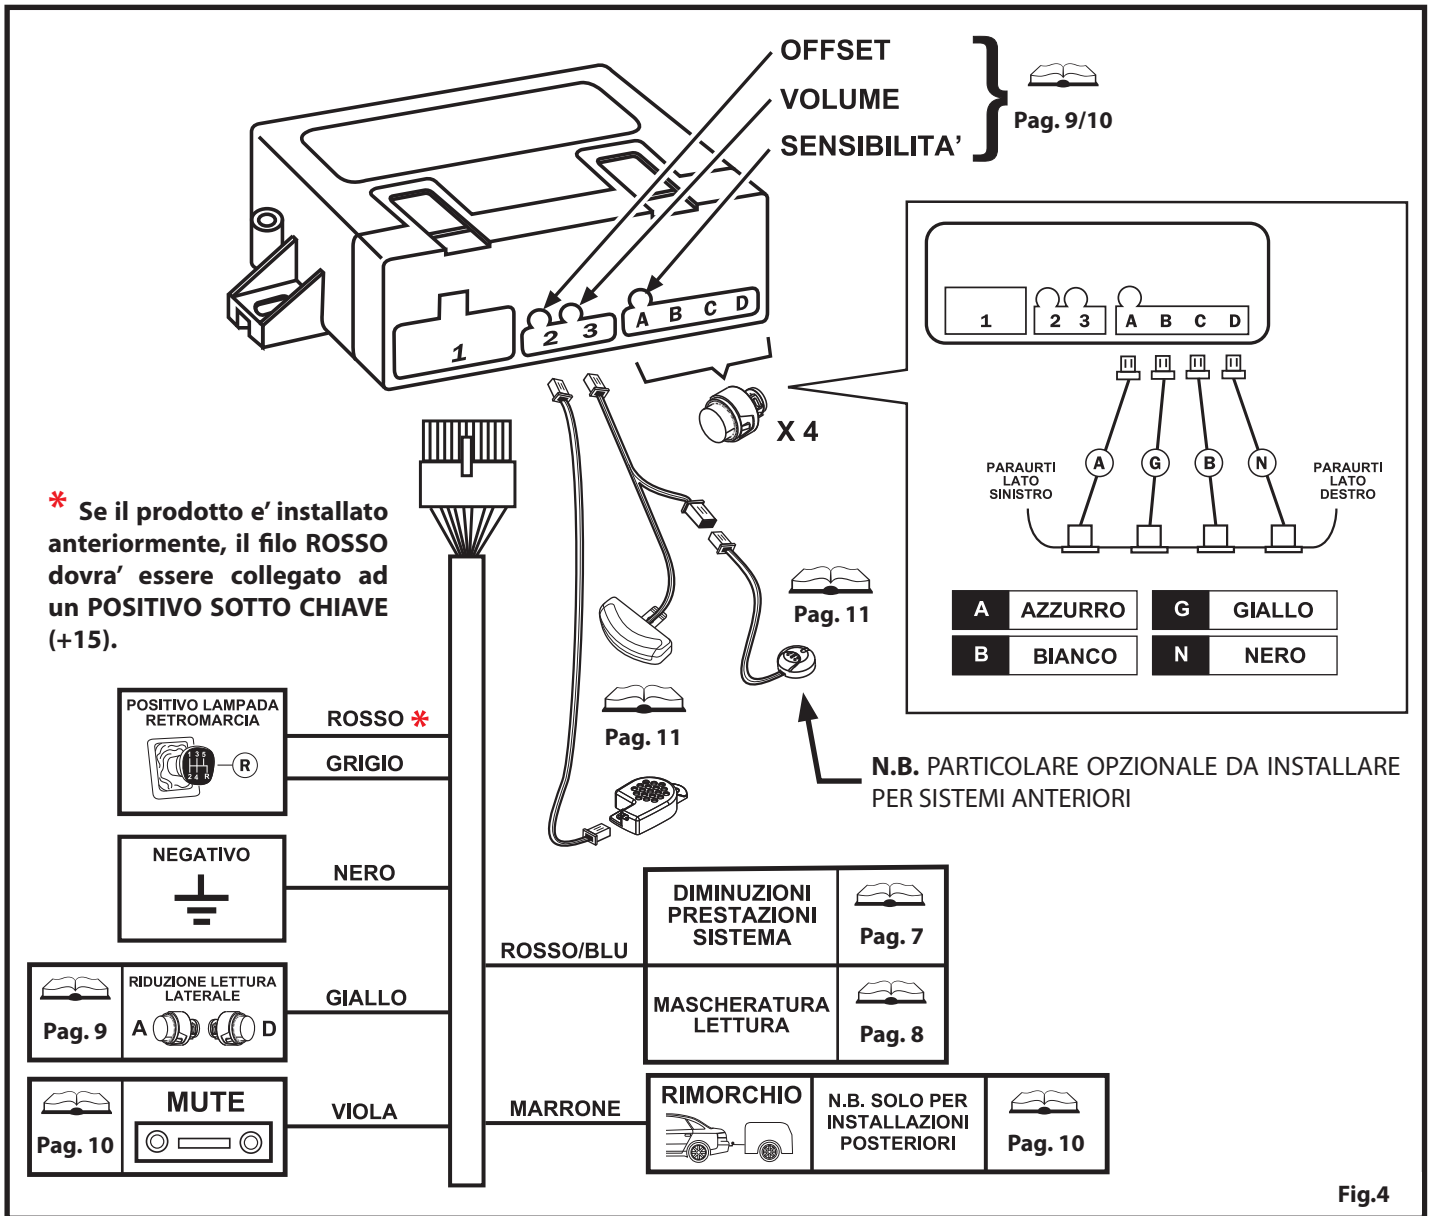

Fig.4
Per un corretto funzionamento del sistema anteriore è necessario installare il pulsante opzionale nella posizione 3 della centrale (Fig.4).
Se il prodotto viene installato sul paraurti anteriore della vettura è necessario collegare il pulsante LED opzionale nella posizione 3 della centrale (Fig.4). Nel caso si scelga di utilizzare il DISPLAY LED opzionale è necessario collegare il pulsante LED sul cablaggio stesso del DISPLAY LED nell'apposito connettore femmina (Fig.4).
1. (Solo per sistema anteriore) Scollegare il connettore del DISPLAY LED dalla centralina anteriore posizione 3 (Fig.4)